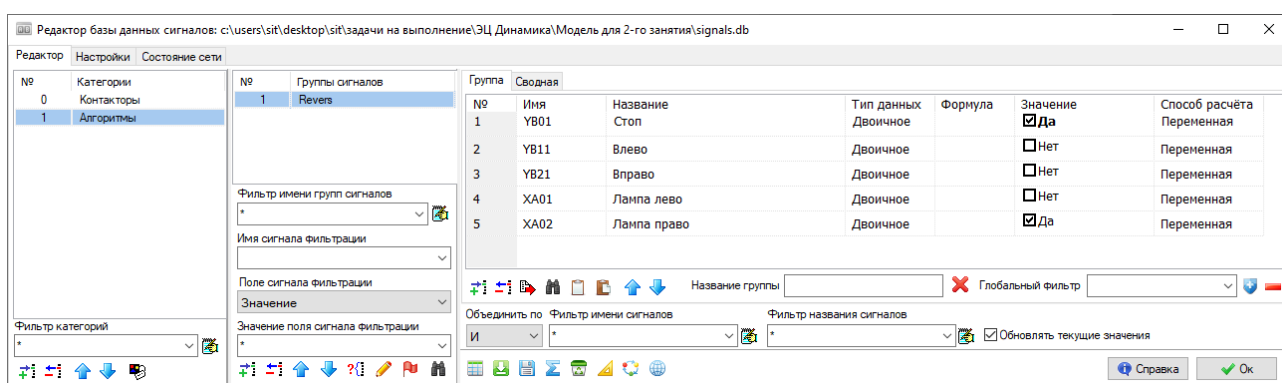

Рисунок 5.8.4. Изменение значения переменной **Revers_YB01** в редакторе базы данных.
- 7) Измените значения сигнала **Revers_YB01** прямо в базе на логическую единицу (Рисунок 5.8.4).